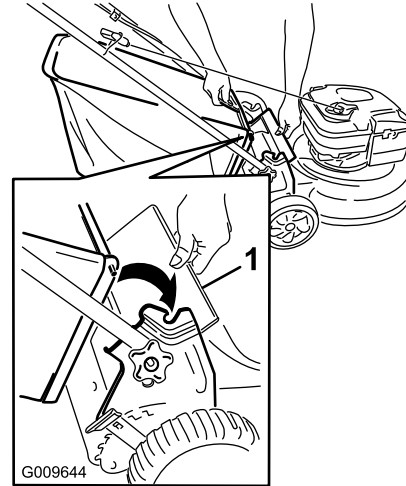

Figura 17
1. Levante el deflector trasero (Figura 17).
2. Introduzca el asa de la bolsa de recortes en las muescas de los soportes del manillar (Figura 17).